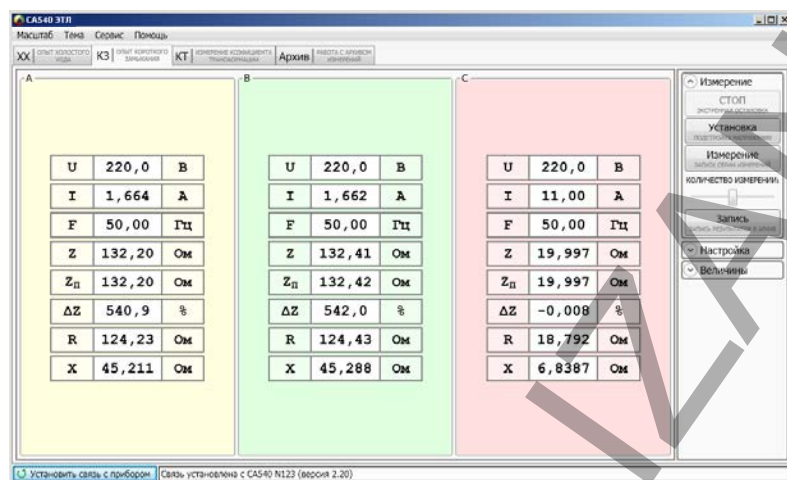

Рисунок 7.17
12) Свернуть поле "Величины", для чего щелкнуть по кнопке и развернуть поле "Измерение", для чего щелкнуть по кнопке (рисунок 7.17).
14) Включить режим установки напряжения внешнего источника питания, для чего щелкнуть по кнопке в поле "Измерение" (рисунок 7.17).
16) Установить количество накапливаемых результатов измерения N , для чего с помощью регулятора выбрать нужное значение (рисунок 7.17).
17) Выполнить измерение, для чего щелкнуть по кнопке . На экране в таблицах "А", "В", "С" появятся результаты измерений (рисунок 7.17).